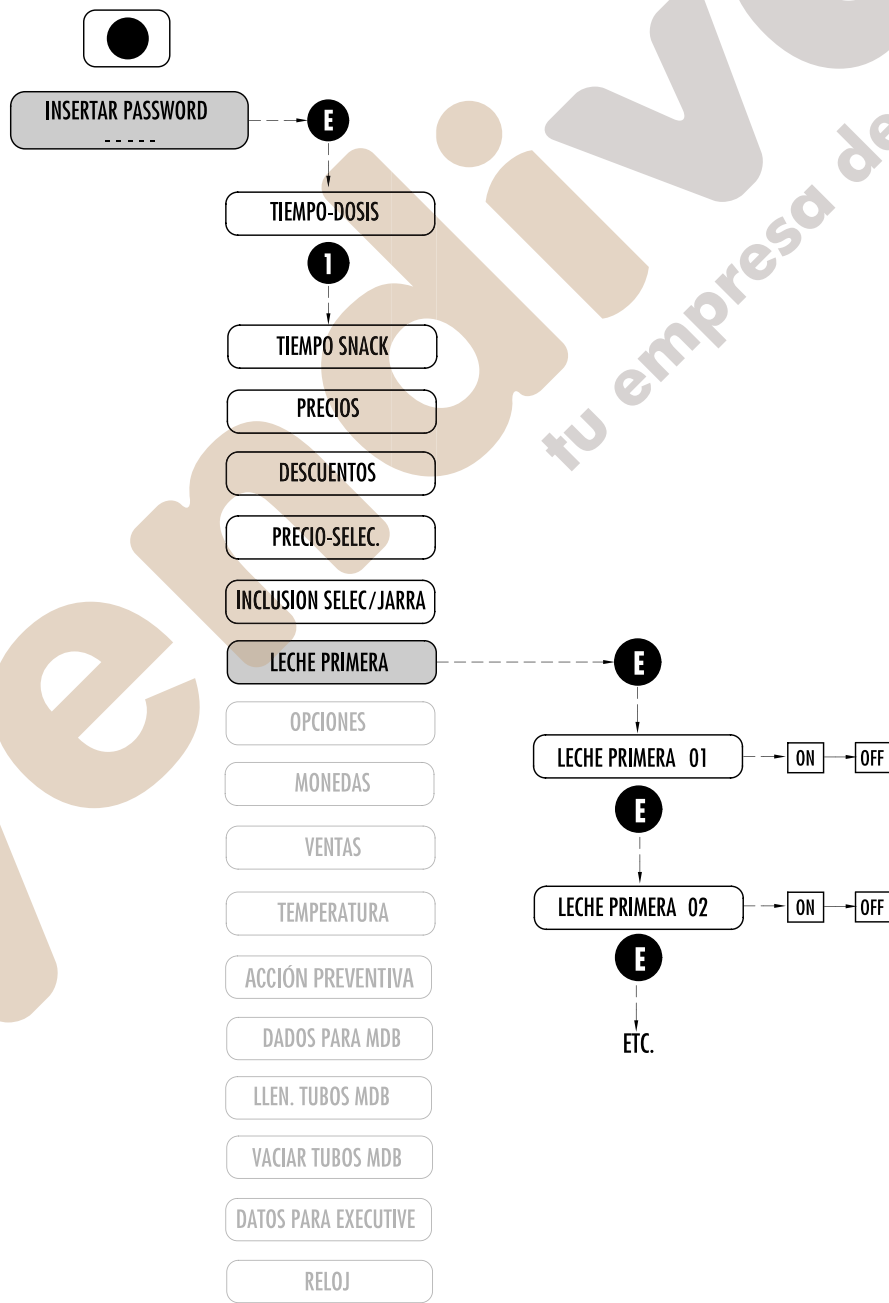

Fig. 7.9
7.2.7 LECHE PRIMERA (Fig. 7.9)